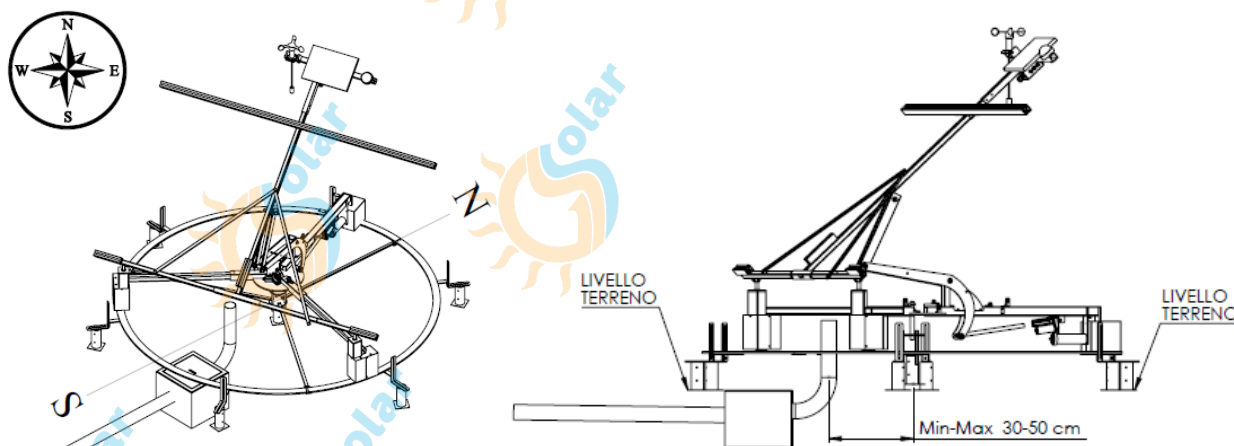

Figura 4.8.1 Vista posizione del pozzetto e tubi passacavi
- posizionare un pozzetto di derivazione e corrugati passacavi nel sottosuolo come riportato in figura 4.8.1 (materiale non fornito da GSSolar)